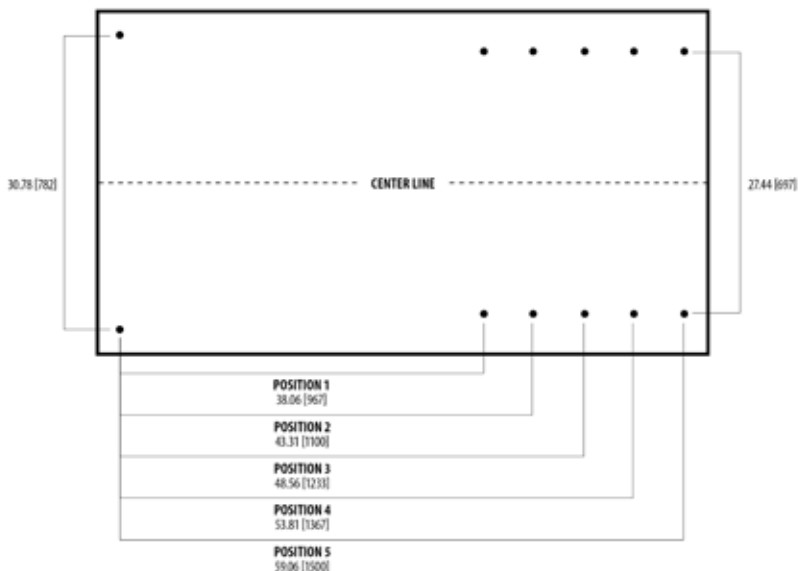

Figure 10.1
3. Installez les ancrages sur la surface sur laquelle l'empatement sera monté, à l'emplacement souhaité. Utilisez la figure 10.1 pour les mesures.